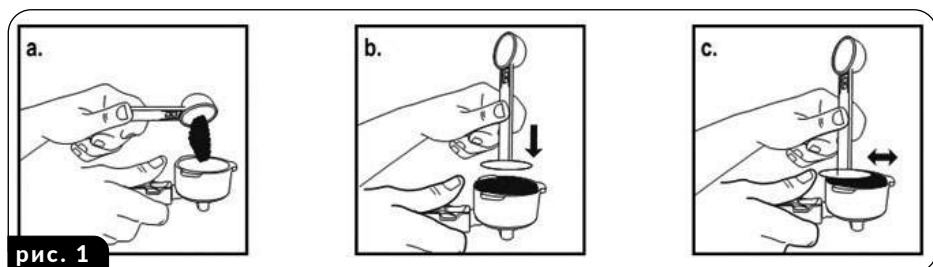

рис. 1
- Помістіть обраний фільтр (13) в колбу (10).
- Наповніть обраний фільтр свіжою, дрібно змеленою кавою (рис.1а).